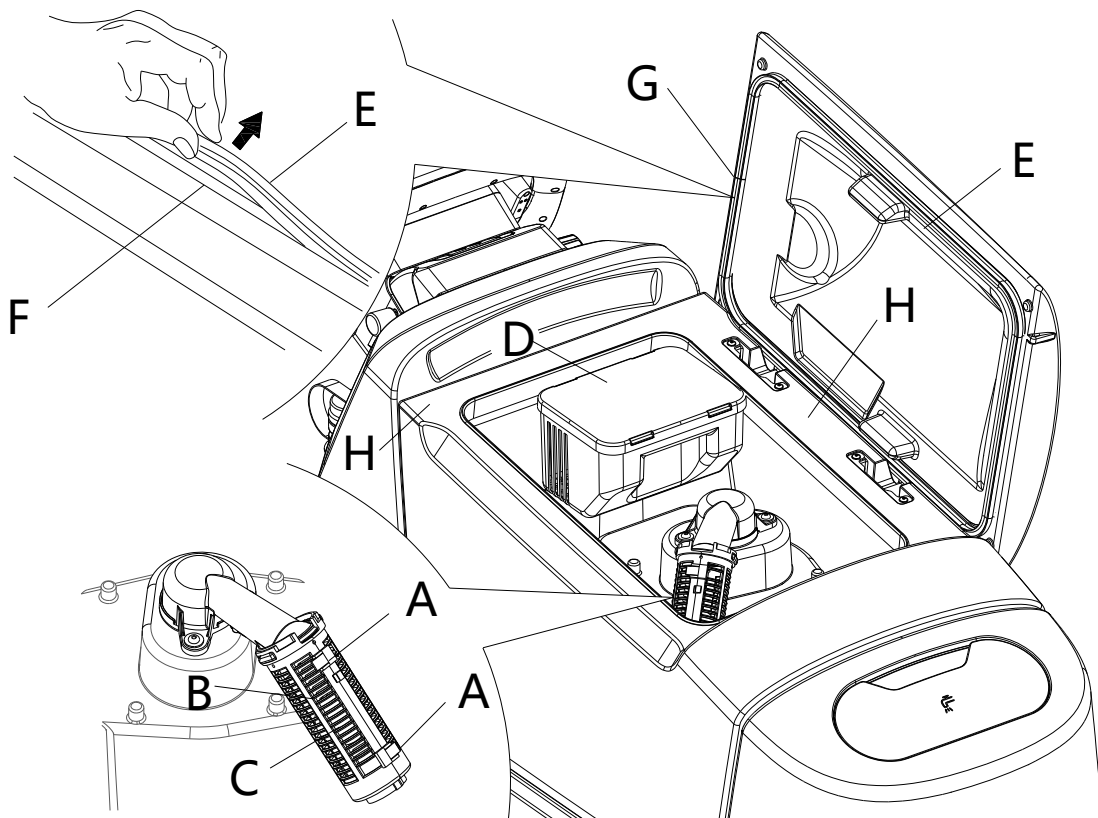

Figure 15
2. Couper la machine en appuyant sur le bouton marche/arrêt (62).
3. Ouvrir le couvercle (2).
4. Nettoyer et laver avec de l'eau propre l'intérieur du réservoir (3) et du couvercle.
5. Vider l'eau du réservoir avec le tuyau (18).
6. Nettoyer la grille d'aspiration (30), dégager les dispositifs de retenue (A, Fig. 15), ouvrir la grille (B), récupérer le flotteur (C) et nettoyer soigneusement ; enfin reposer en place.
7. Démontez le bac de récupération des débris (D) et ouvrir son couvercle, puis nettoyer soigneusement et ré-installer le tuyau d'aspiration.
8. Contrôler l'état du joint du couvercle du réservoir (E). Si besoin est, remplacer le joint d'étanchéité (E) en le retirant de son logement (F). Lors de la repose du nouveau joint d'étanchéité, positionner le raccord (G) dans la zone inférieure indiquée dans la figure.